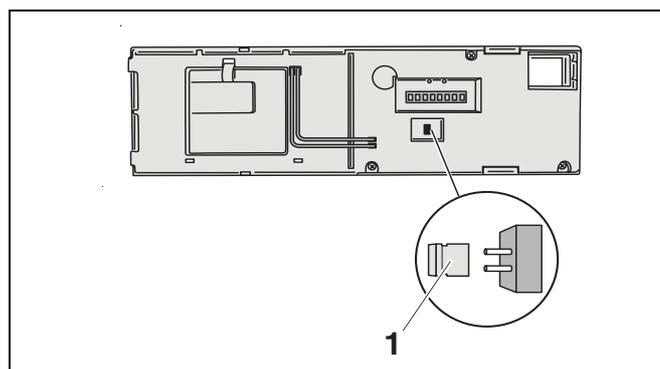

Abb. 22 Jumper entfernen
- Jumper (Abb. 22, Pos. 1) auf der Rückseite des Bedienmoduls zur Beschränkung der Leistung entfernen und an sicherem Ort verwahren. Bei Umstellung auf Flüssiggas, erst Gas-Luft-Verhältnis kontrollieren (siehe "Gas-Luft-Verhältnis kontrollieren und einstellen" auf Seite 24).